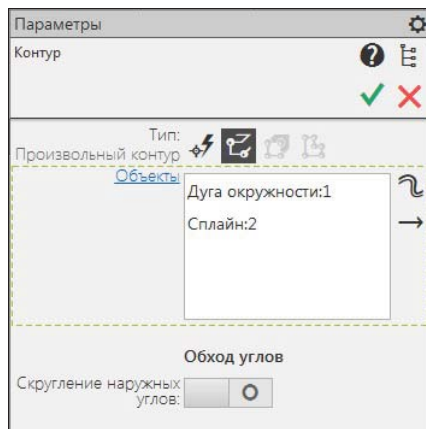

Рис. 22.19. Панель Параметры: Контур
- ◆ вызовите команду **Контур**. На панели **Параметры: Контур** (рис. 22.19) в группе **Тип** выберите тип контура: